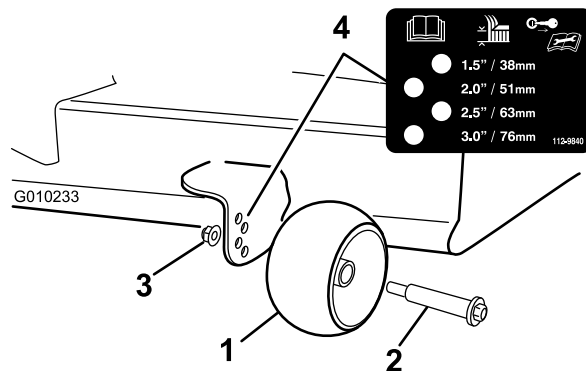

Рисунок 29
3. Установите защитные валики (**Рисунок 29**) в отверстия, соответствующие ближайшему положению высоты скашивания.